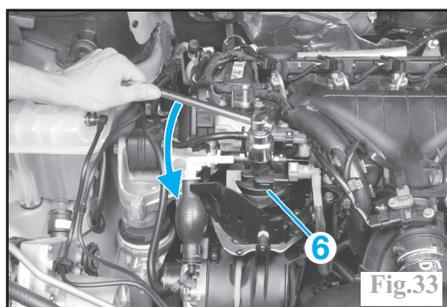

Fig.33
- la vis (7)
- le couvercle (6) (Fig.33).